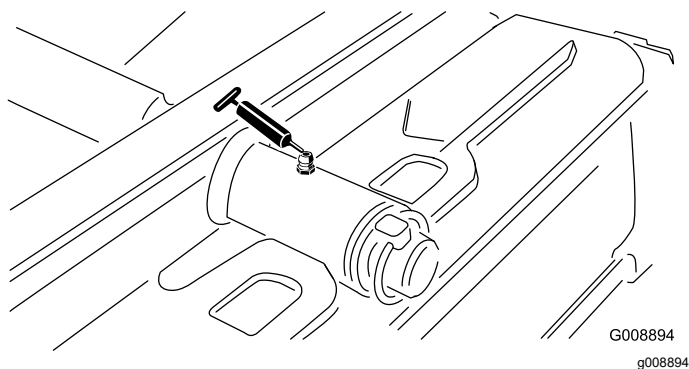

Рисунок 31
- Шарнир заднего режущего блока (Рисунок 31)